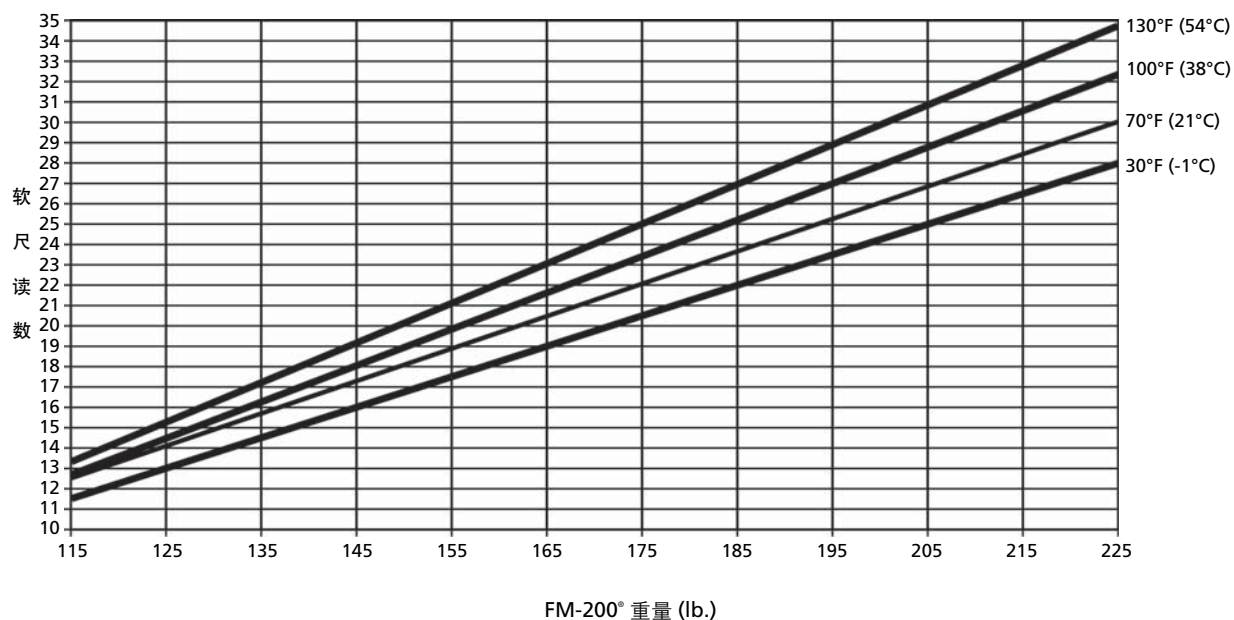

图 6-2 225 磅钢瓶标尺图
6. 参阅标尺图 (图 6-2 到 6-5)，并在从纵坐标上找到磁带读数点，再水平向右移，直到相应于正确的温度线，即可从横坐标上读出 FM-200® 重量。在记录牌上记录下重量和日期后，挂回原钢瓶